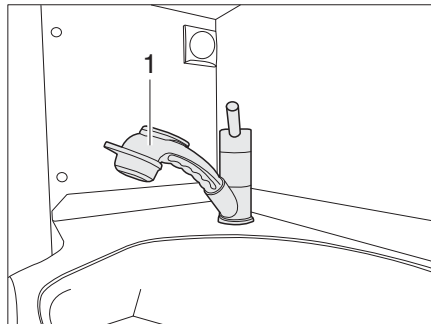

Bild 116 Handbrause
- Handbrause (Bild 116, 1) herausziehen und leer laufen lassen.
- ▷ Zum Duschen die Handbrause (Bild 116,1) benutzen. Dazu die Handbrause herausziehen.